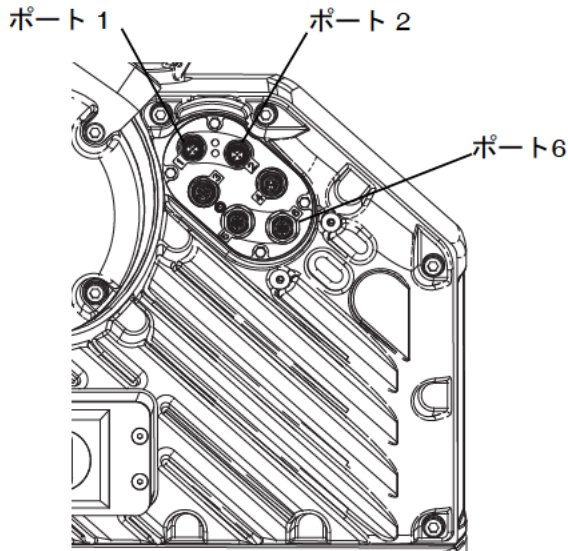

図 39: : ドライバーポートの位置
- 手順 5 で取り外した 2 つのネジ (CB) を用いて、CGM(CC)をベース(CD)に再度取り付ける。
- アクセスカバー (CA)を再度取り付ける。
9. キットに含まれているCANケーブルをドライバーのポート1またはポート2(使用可能いずれか)に接続する。図 39。